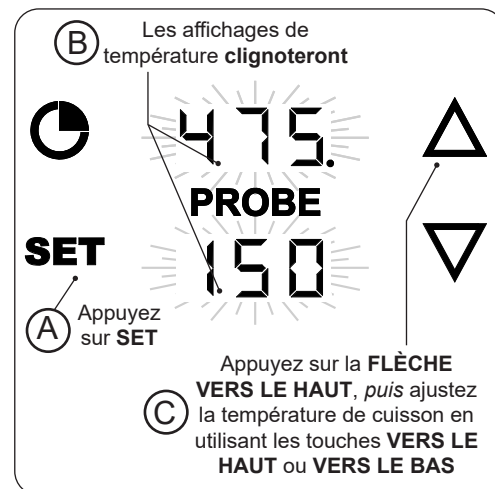

Fig. 44-3 Réglez température cuisson
1. Avec le thermomètre/thermostat **allumé**, appuyez une fois sur le bouton **SET**. Les affichages de la température de cuisson et de la sonde clignoteront. (Pendant le clignotement, n'importe quelle zone peut être sélectionnée pour entrer dans ses réglages.) Voir Fig. 44-3, A et B.
2. Appuyez sur la **FLÈCHE VERS LE HAUT** pour sélectionner les paramètres de la température de cuisson, puis utilisez les flèches vers le haut ou vers le bas pour régler la température souhaitée. (Fig. 44-3, C).